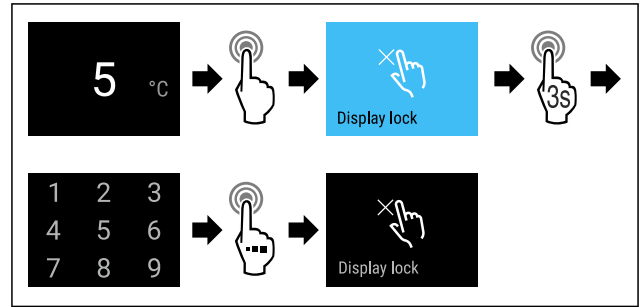

Fig. 80
- ▶ Obavite korake postupka (pogledajte Fig. 80).